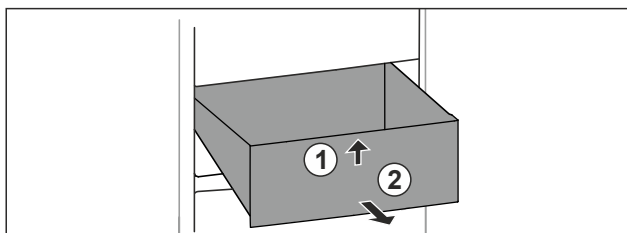

Fig. 86
- ▶ Nadzvedněte zásuvku vpředu. Fig. 86 (1)
- ▶ Vyjměte zásuvku dopředu. Fig. 86 (2)